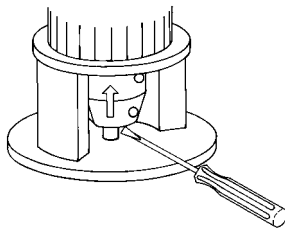

Fig. 16 Levantar el acoplamiento y el eje de la bomba
3. Use un destornillador u otra herramienta similar para levantar el acoplamiento y el eje de la bomba tanto como pueda (hacia el motor), de modo que los ejes de la bomba y el motor entren en contacto. Consulte la fig. 16.